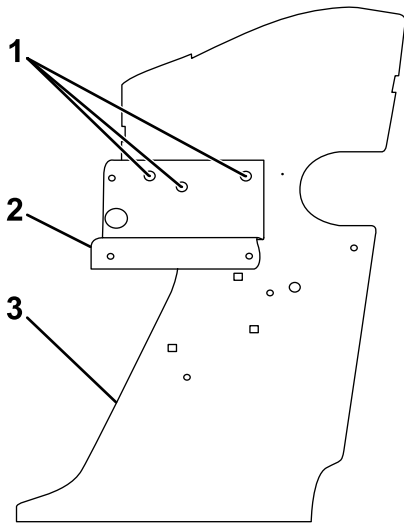

Bild 5
1. Ermitteln Sie anhand des Hydraulikverteilers, welche vorgebohrten Löcher an der linken Seite der Maschine aufgebohrt werden müssen (Bild 5).